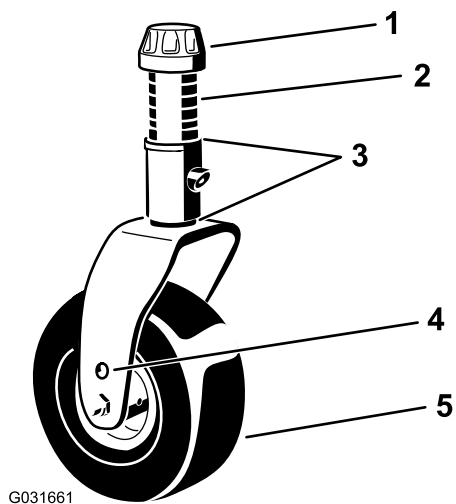
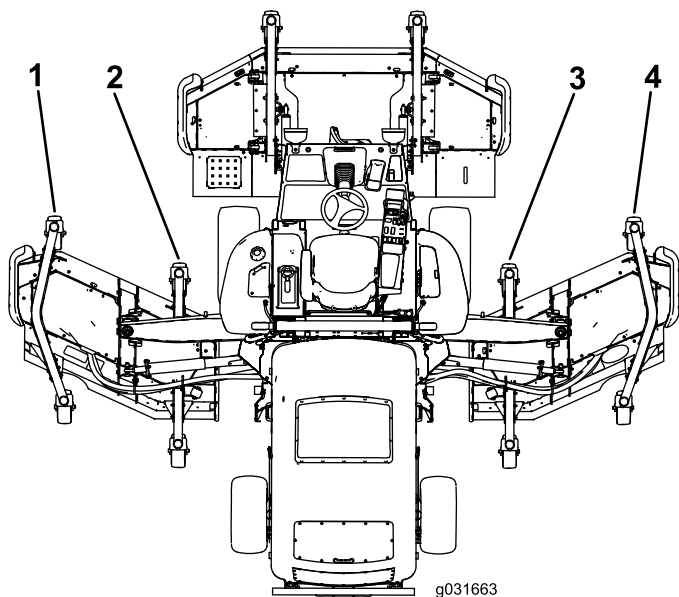

Рисунок 43
Рисунок 44
5. Если внутренняя кромка боковой деки газнокосилки находится слишком высоко по отношению к наружной кромке передней деки газнокосилки, снимите одну регулировочную прокладку с нижней части рычага переднего внутреннего поворотного колеса на боковой деке газнокосилки (Рисунок 43 и Рисунок 44).
колеса боковой деки газонокосилки (Рисунок 43 и Рисунок 44).
7. Если внутренняя кромка боковой деки газонокосилки находится слишком низко по отношению к наружной кромке передней деки газонокосилки, добавьте одну прокладку (1/8 дюйма) в нижнюю часть рычага переднего внутреннего поворотного колеса на боковой деке газонокосилки (Рисунок 43 и Рисунок 44).